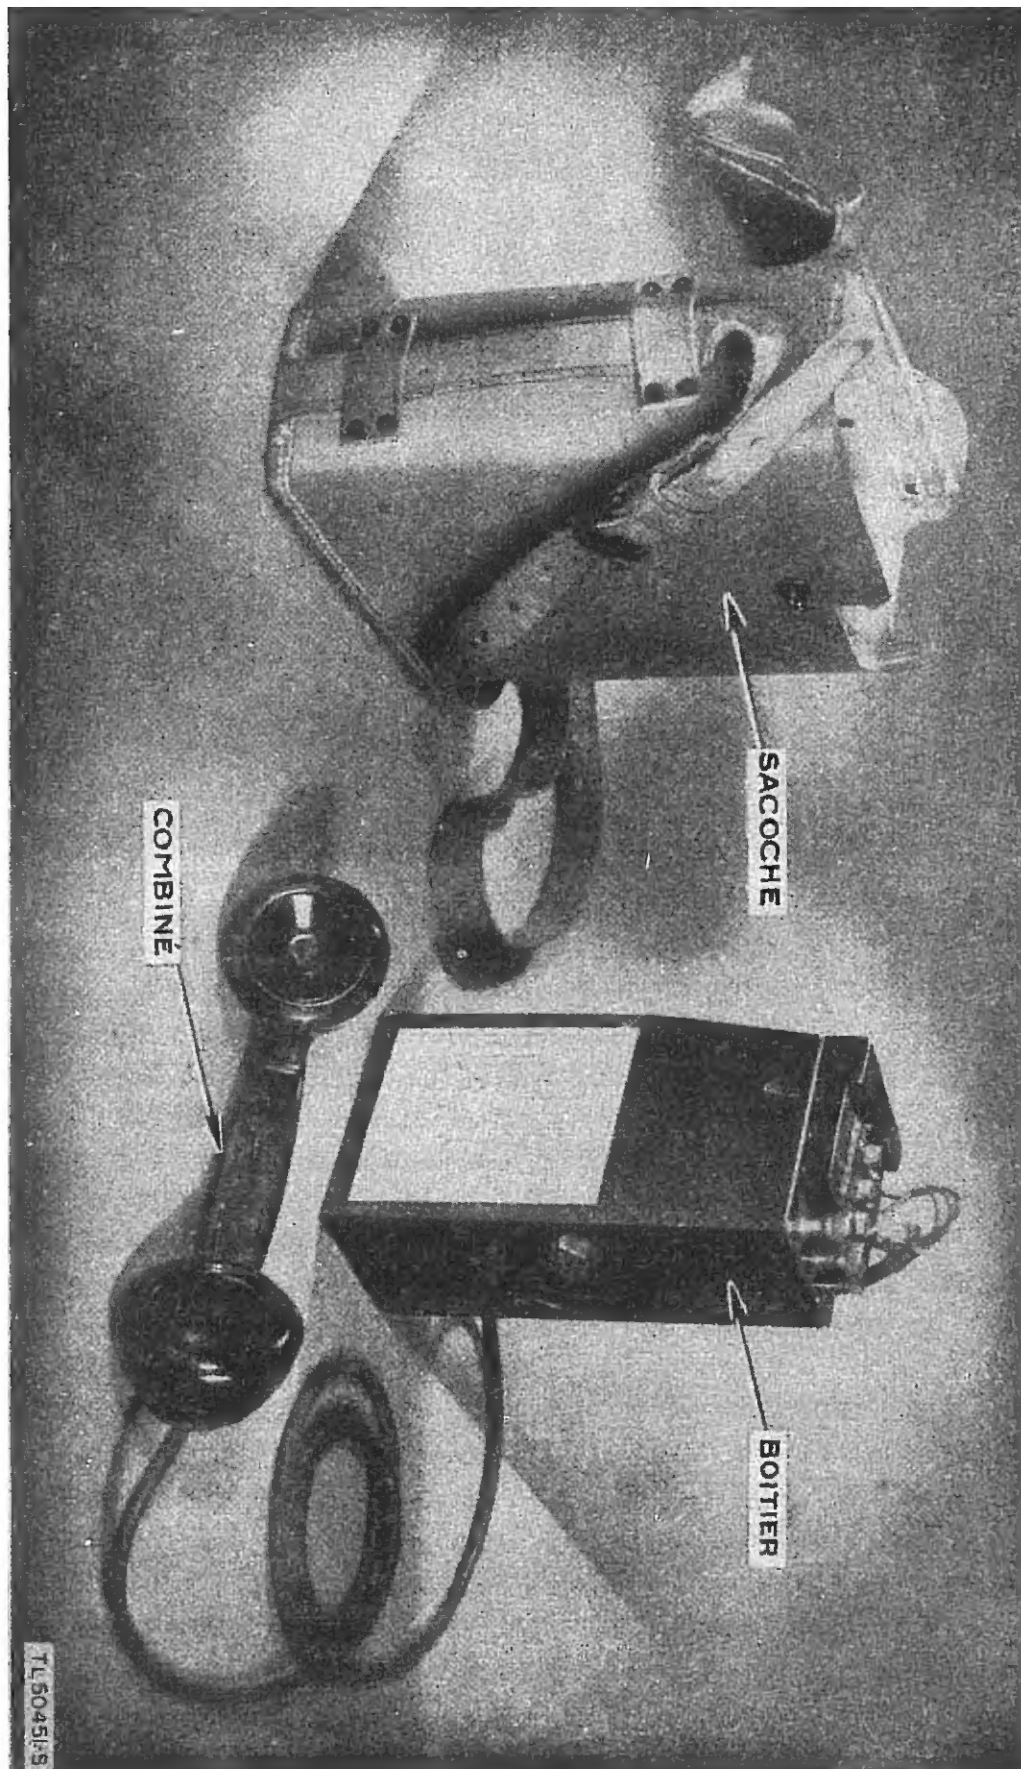

Figure 4. Appareil EE-8-A, le boîtier retiré de la sacoche.
c) BOÎTIER. Tous les éléments des téléphones EE-8 et EE-8-A sont montés sur un châssis d'alliage d'aluminium. Les éléments du téléphone EE-8-B sont montés sur un châssis en toile d'acier. Cet ensemble du châssis des éléments montés est appelé le boîtier. (Voir fig. 4.) Le compartiment de piles est dans le côté gauche supérieur du boîtier. Le châssis est fixé à la sacoche par sept vis métalliques.
d) *COMBINÉ TS-9-(*).* Le combiné TS-9-(*) comprend les pièces suivantes (voir fig. 4 et 9) :
(1) Le cordon CC-333 qui est un cordon sous caoutchouc contenant trois conducteurs sous caoutchouc coloré en noir, rouge et blanc. Ces conducteurs, à une extrémité du cordon, sont connectés aux bornes sur le jack T et BAT + C, et REC respectivement. Les conducteurs à l'autre extrémité du cordon sont connectés respectivement aux bornes marquées BK (ou B), R et W du combiné. Les cordons de retenue sont fixés aux extrémités.
(2) La poignée qui contient les bornes convenables, les connexions entre les pièces du combiné et le commutateur du combiné du circuit de l'émetteur.
(3) Un écouteur à une extrémité de la poignée et l'élément microphone à l'autre extrémité.